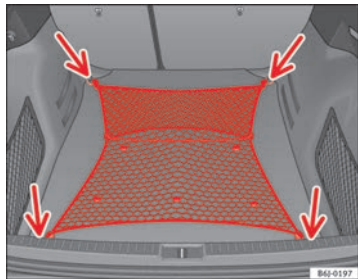

Abb. 89 Ausgespanntes Gepäcknetz
- Befestigen Sie das Gepäcknetz an den vier Verzurrösen -Pfeile- ⇒ Abb. 89.